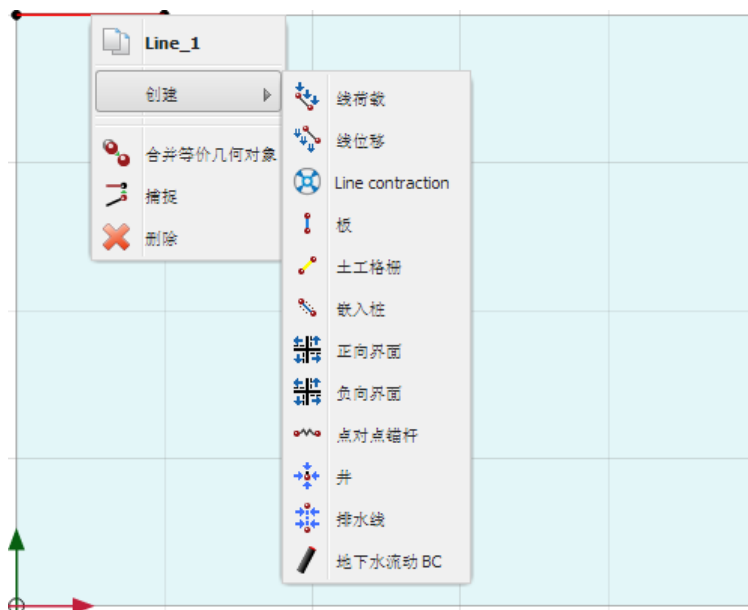

图 23 为线指定板
- 在基础的位置处右键线，在下拉菜单中选择创建<板选项（图 23）.创建板用来模拟柔性基础。